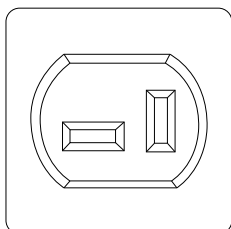

рис. 4
Розетка постоянного тока (14) (рис. 4) служит только для зарядки 12-вольтового аккумулятора.